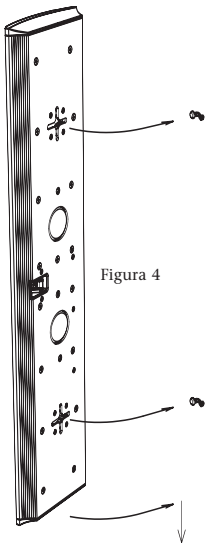

Figura 4
- Alinee la bocina de modo tal que los tornillos entren en la parte central de los canales +. Deslice la bocina hacia abajo para que las cabezas de los tornillos la sostengan en su lugar. [Figura 4]